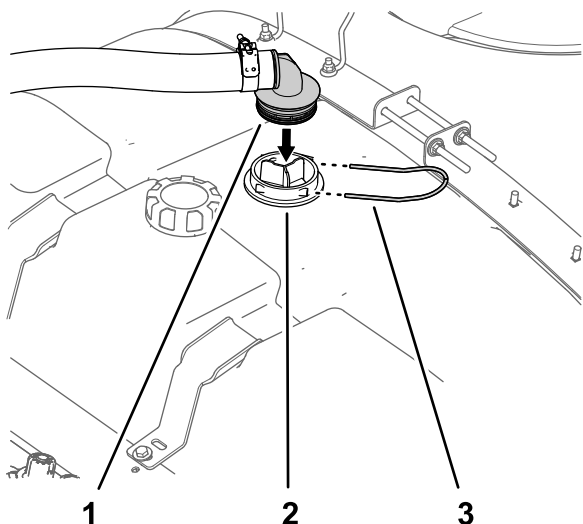

Figura 15
1. Allineate il raccordo dentellato a 90° del flessibile di alimentazione all'alloggiamento per la griglia di aspirazione (Figura 15).
2. Fissate il raccordo dentellato a 90° all'alloggiamento (Figura 15) con la forcella che avete rimosso al passaggio 4 di Preparazione del serbatoio di irrorazione (pagina 7).